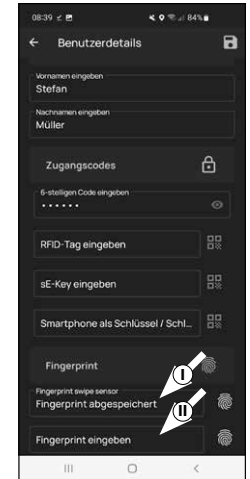

Abb. 15
- Nachdem ein Finger eingegeben wurde, erscheint im entsprechenden Feld der Eintrag „Fingerprint abgespeichert“ (I) (Abb. 15). Darunter findet sich zudem ein neues, leeres Feld für einen weiteren Fingerprint (II) (Abb. 15). Sofern gewünscht können Sie hier einen weiteren Finger einspeichern. Folgen Sie dazu den Schritten dieses Kapitels erneut.